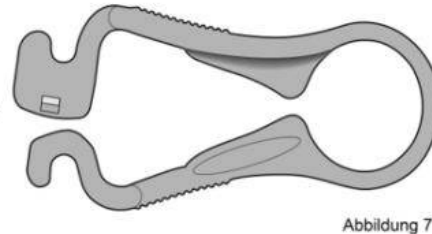
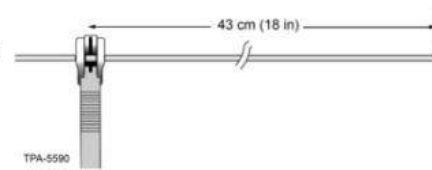

Abbildung 7
Abbildung 8
Schritt 1: Aderhülle in das 1,0-mm-Loch des Werkzeugs Ripley FTS-005 (Abbildung 7) wie in Abbildung 8 dargestellt etwa 45 cm (18 Zoll) vom Hüllende entfernt einlegen.